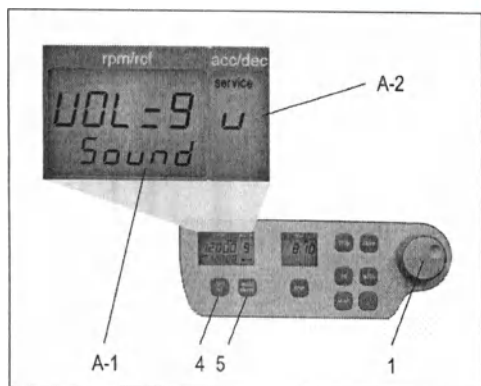

Рисунок 5
Действуйте как описано в п. 1.8.1, чтобы войти в программный режим, и затем нажмите кнопку «accel/decel» [ускорение/замедление] (5). На дисплее «accel/decel» [ускорение/замедление] (A-2) появится слово «service» [обслуживание]. Теперь выберите букву "U" с помощью верньера (1). В результате на дисплее «rpm/rcf» [об/мин / центробежное ускорение] (A-1) (4) появятся слова «Vol=0-9/Sound» [Громкость=0-9/Звук]. Если Вы нажмете кнопку «rpm/rcf» [об/мин / центробежное ускорение] (4), то сможете выбрать необходимый уровень громкости между 0 (тихо) и 9 (громко), вращая верньер (1) (см. Рисунок 5).